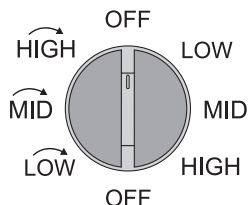

Abbildung 3 Schalter
2. Das Gerät verfügt über eine Geschwindigkeit Schalter mit 8 Positionen (siehe Abbildung 3). Wählen Sie die gewünschte Funktion (siehe Tabelle) mit dem Schalter.